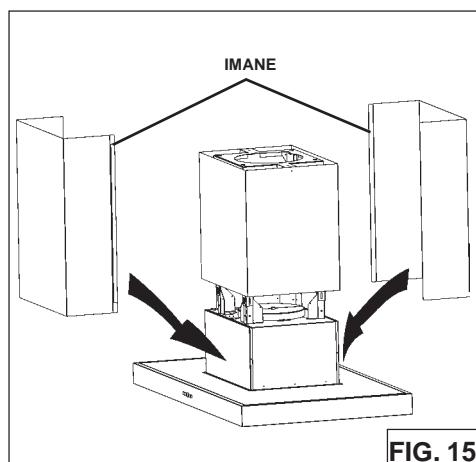

FIG. 15
1. Se adjunta las **dos partes inferiores de conductos** al armazón de soporte mediante la superposición de los imanes laterales (Fig. 15).